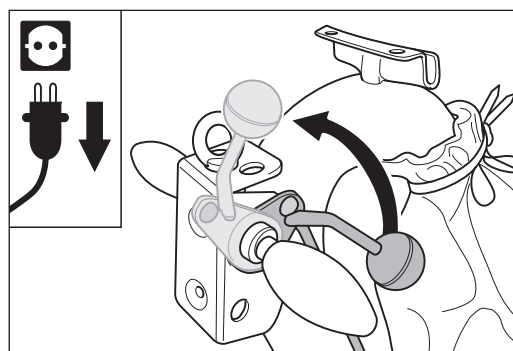

Abb. 92 Den Ablasshebel am Handgriff bis zum Anschlag nach oben ziehen. Dadurch wird die Schleifwalze vom Boden abgehoben.
- 2 Ziehen Sie den Ablasshebel am Handgriff bis zum Anschlag nach oben (Abb. 92). Dadurch wird die Schleifwalze vom Boden abgehoben.